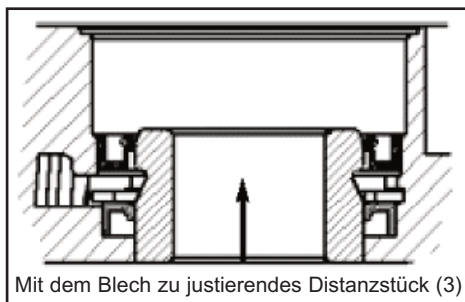

Abb. 21
5. Das Distanzstück (3) vom Rotor her durch die beiden Dichtungen führen, bis es auf der gleichen Höhe wie das Blech liegt ; siehe Abb. 21.